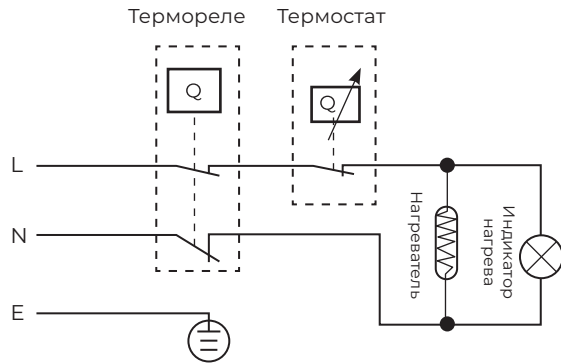

Рис. 10
– открутить гайку крепления термовыключателя, закрепленного на фланце ТЭНа, перевернуть термовыключатель и нажать до щелчка кнопку, расположенную по центру термовыключателя (рис. 10)\*;